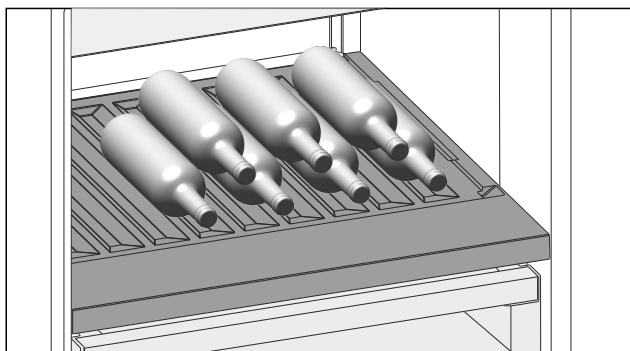

Fig. 213 Shembull ilustrues
- Shtrini shishet me fundin të drejtuar në faqen e pasme të frigoriferit. (shihni *Fig. 213*)